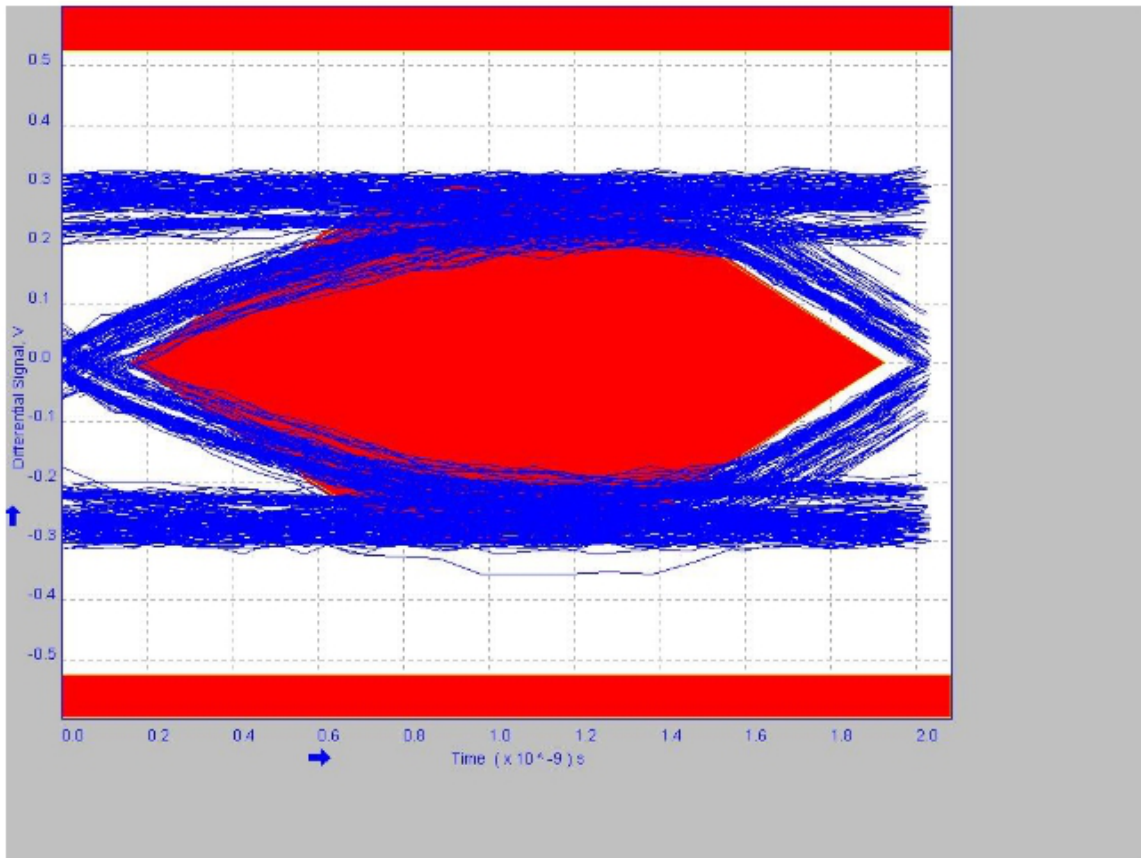

图 4-1 幅值低于噪声阈值的 USB 眼图
1. 现象：使用质量较差、阻抗较大的 USB cable 连接 HS 外设，无法枚举 HS 设备。使用这类 USB cable 来测试眼图，结果一般很差，幅度较低，如图 4-1 所示。